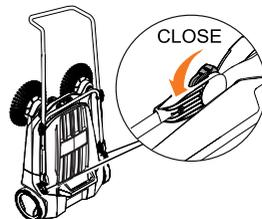

Рис. 8
- Зафиксируйте рукоятку (Рис. 8).
- Установите подметальную машину в вертикальном положении (Рис. 8).